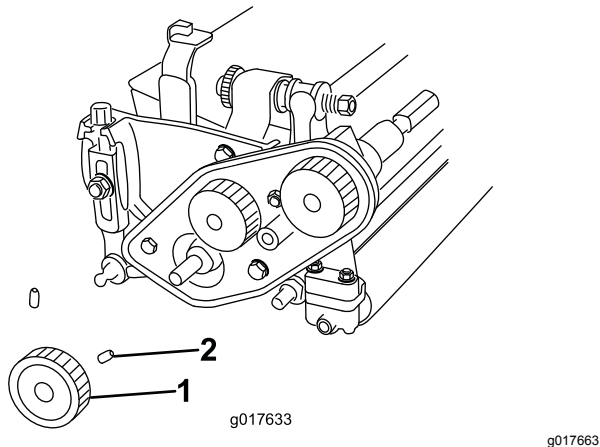

Bild 4
9. Lösen Sie die zwei Stellschrauben, mit denen die untere Riemenscheibe befestigt ist, und nehmen Sie die Riemenscheibe von der Spindelwelle ab (Bild 4).
23. Setzen Sie die untere Riemenscheibe auf die Spindeltriebswelle und befestigen sie mit den zwei Stellschrauben am Schlüssel der Welle (Bild 4).